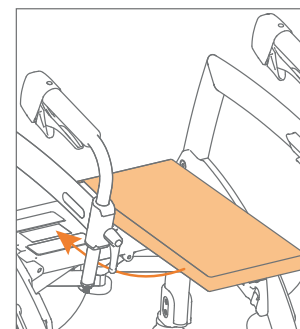

Abbildung 16: Kissen auf dem Sitz platziert.
- Befestigen Sie das Kissen flach auf dem Sitz (**Abbildung 16**).